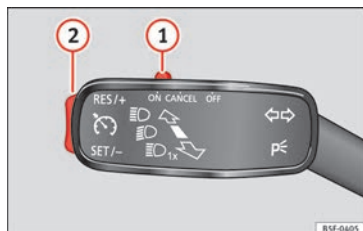

Fig. 48 À gauche de la colonne de direction : contacteur et commandes d'utilisation du GRA.
• Connecter le GRA : déplacez le contacteur » **fig. 48 ①** sur **ON**. Le système s'allume. Étant donné qu'aucune vitesse n'a été programmée, le système ne règle pas la vitesse.
• Activer le GRA : appuyez sur le bouton » **fig. 48 ②** dans la zone **SET/-**. La vitesse fixée est alors mémorisée et maintenue.
• Déconnecter le GRA temporairement : déplacez le contacteur » **fig. 48 ①** sur **CANCEL** ou appuyez sur la pédale de frein. Le réglage est désactivé temporairement.
• Reconnecter le GRA : appuyez sur le bouton » **fig. 48 ②** sur **RES/+**. La vitesse mémorisée sera de nouveau enregistrée et régulée.
• Augmenter la vitesse programmée pendant le réglage du GRA : appuyez sur le bouton **②** sur **RES/+**. Le véhicule accélère jusqu'à la nouvelle vitesse enregistrée.
• Réduire la vitesse programmée pendant le réglage du GRA : appuyez sur le bouton **②** sur **SET/-** pour réduire 1 km/h (1 mph). La vitesse est réduite jusqu'à atteindre la nouvelle vitesse enregistrée.
• Déconnexion du GRA : déplacez le contacteur » **fig. 48 ①** sur **OFF**. La vitesse mémorisée est effacée et le système est déconnecté.